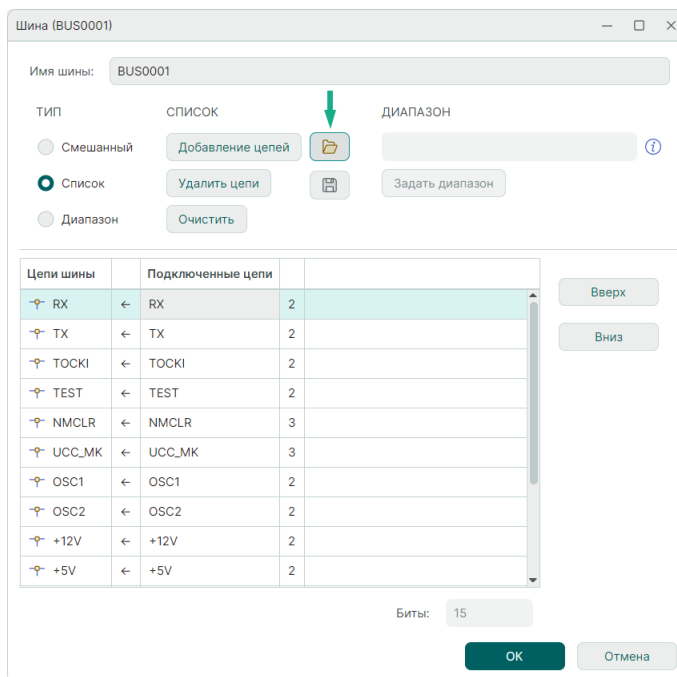

Рис. 182 Импорт списка цепей шины
4. В поле «Список» нажмите , см. Рис. 182.